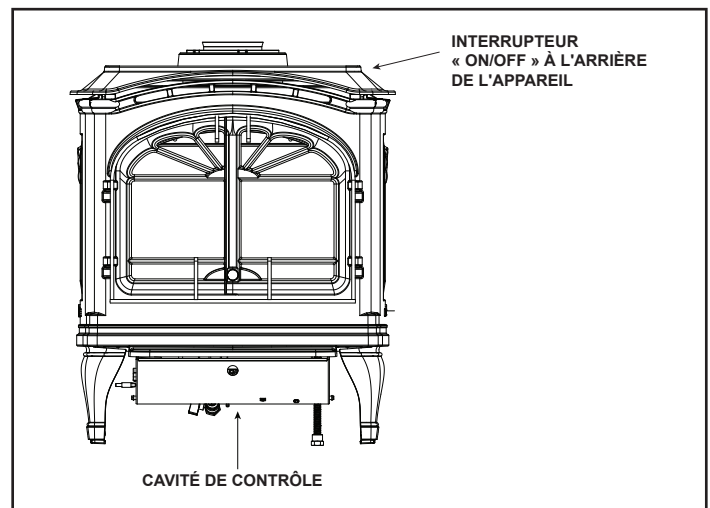

Figure 3.5 Emplacement du logement de commandes/de l'interrupteur « ON/OFF »
1. Accéder au logement des commandes du foyer. Voir la figure 3.5 pour connaître l'emplacement.
- Activer l'interrupteur normalement. Voir la Figure 3.5.
Pour utiliser l'appareil sans un contrôle mural ou télécommande, utiliser l'interrupteur « ON/OFF » situé sur le panneau avant de la cavité de contrôle de l'appareil. Voir la Figure 3.5.